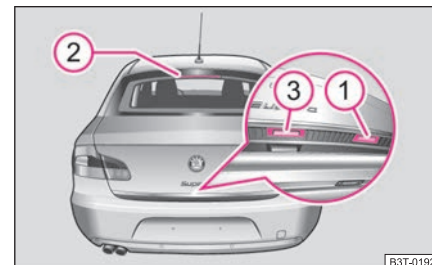

Fig. 31 Tirador de la tapa del maletero
- Presione la empuñadura ① ⇒ fig. 31 en la parte inferior de la tapa de maletero.
- Espere hasta que la luz de freno ② en la luneta posterior parpadee dos veces.
- Presione la empuñadura ③ y levante al mismo tiempo la tapa de maletero.